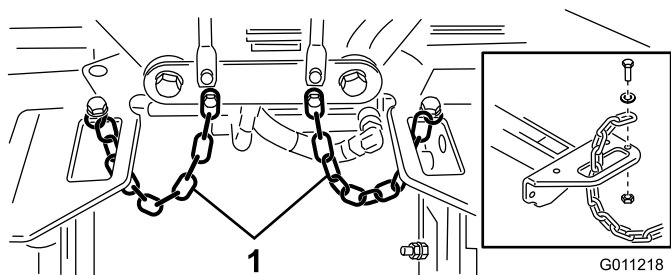

Figura 19
4. Pase una cadena de volteo por la ranura situada en el extremo de cada bastidor de tiro. Sujete la cadena de volteo a la parte superior del bastidor de tiro con un perno, una arandela, y una contratuerca (Figura 19).